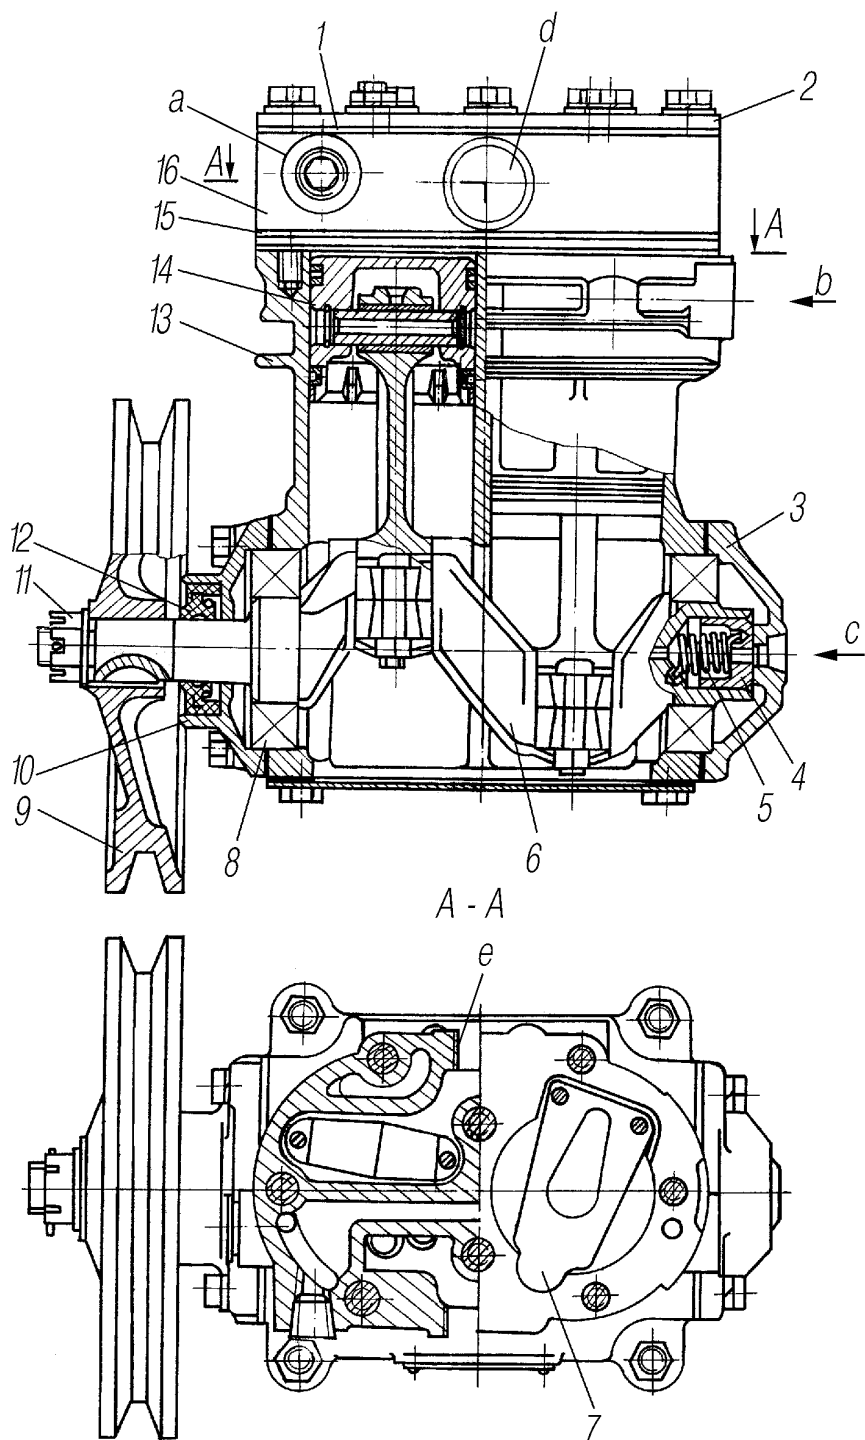

Рис. 49. Компрессор:
**Компрессор** (рис. 49) поршневого типа, непрямоточный, двухцилиндровый, одноступенчатого сжатия.